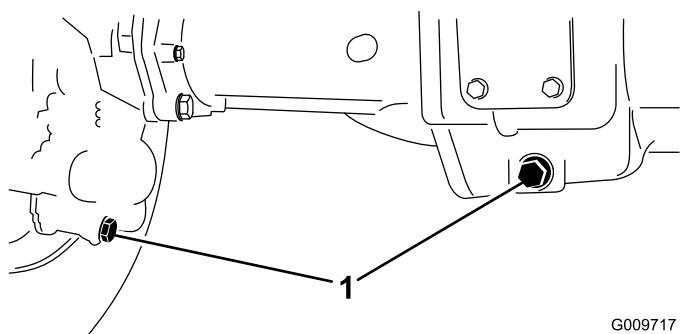

Figura 67
2. Rimuovete un tappo di controllo da un'estremità dell'assale e assicuratevi che il lubrificante raggiunga la parte inferiore del foro (Figura 67).